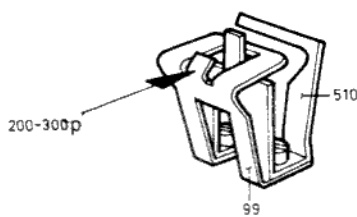

Fig. 5
5. Kontroll av nedhållningsfjäder (99 fig 5)